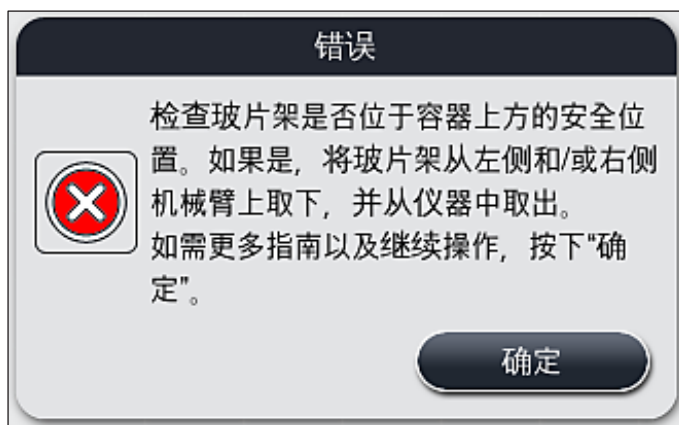
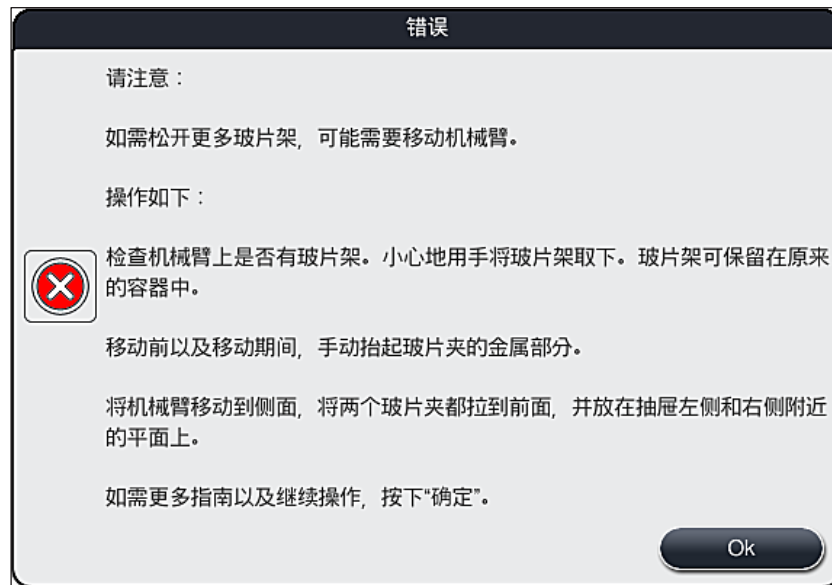

图 110
图 111
2. 随后，该消息提示用户检查 (→“图 110”) 仪器是否已将一个或两个玻片架放入到两个试剂缸之间的安全位置 (→“图 106”)。
3. 按下 **OK** 按钮 (→“图 110”) 后，将显示另一条信息消息 (→“图 111”)，为用户提供正确取出相应玻片架的步骤的说明。